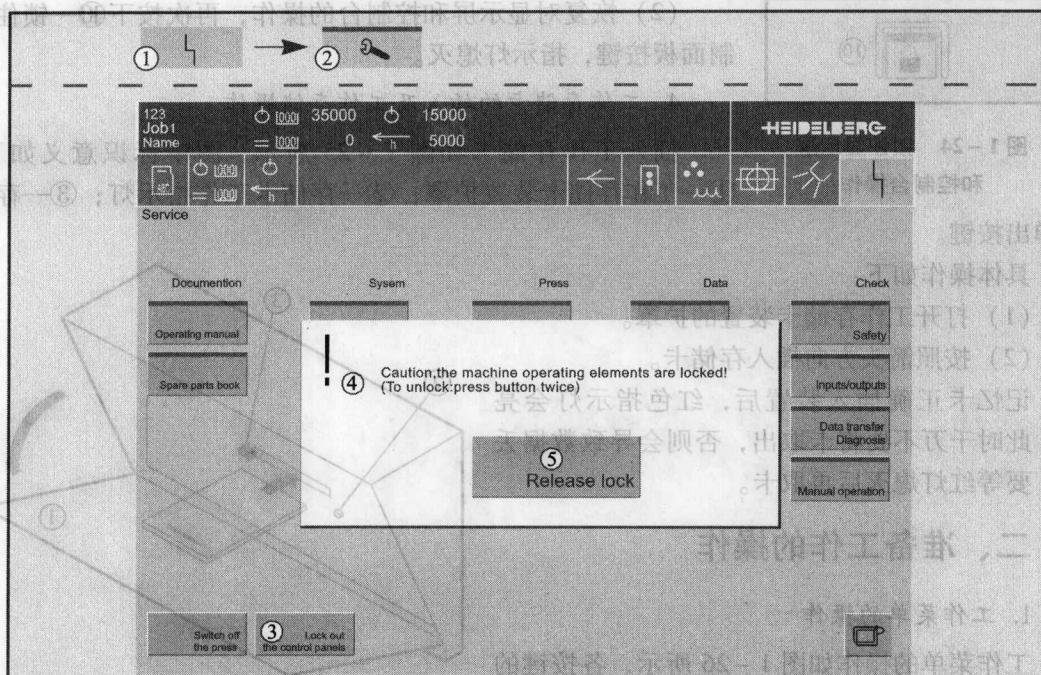

图 1-22 锁住控制面板
锁住控制面板如图 1-22 所示，图 1-22 中标识的意义如下：①—故障按键；②—维修按键；③—锁住操作面板按键；④—显示操作面板区不能输入任何数据；⑤—释放操作面板按键。